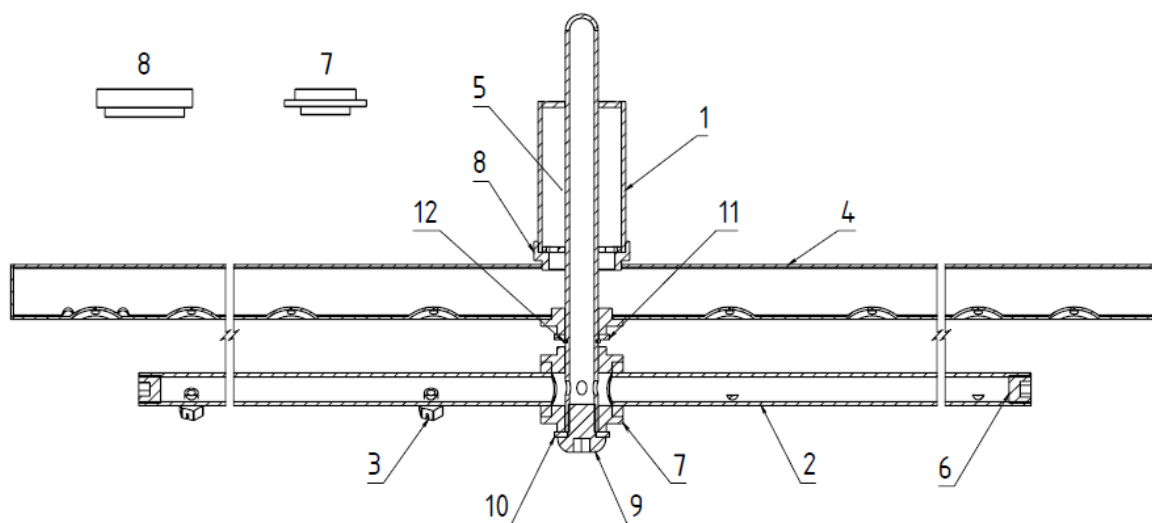

Рисунок 6 - Схема установки разбрызгивателей.
- отвернуть винт (рис. 6, поз. 9);
- придерживая от падения снять ополаскивающий разбрызгиватель (рис. 6, поз. 2), моющий разбрызгиватель (рис. 6, поз. 4), втулки (рис. 6, поз. 7 и 8), стопорное кольцо (рис. 6, поз. 12), шайбу (рис. 6, поз. 11);
- промыть водой засоренные трубки ополаскивающего и моющего разбрызгивателя (рис. 6, поз. 2, поз. 4);
- прочистить от отложений накипи отверстия форсунок ополаскивающего разбрызгивателя (рис. 6, поз. 3) механическим путем проволоки $\varnothing 0,6...0,8$ мм или обработать отверстия форсунок с применением средства для удаления накипи, например: «Кумкумит», «Lime-A-Way Extra» (Ecolab). Обработку произвести в соответствии с инструкцией на средство;